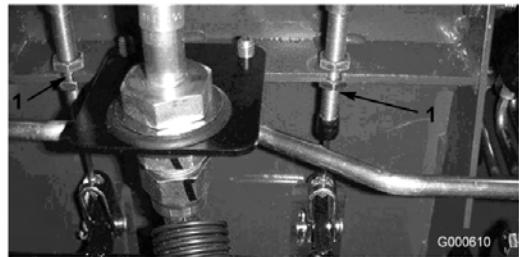

Bild 54
- Lockern Sie die vordere Mutter an der Gewindeseite des Bremszuges (Bild 54).